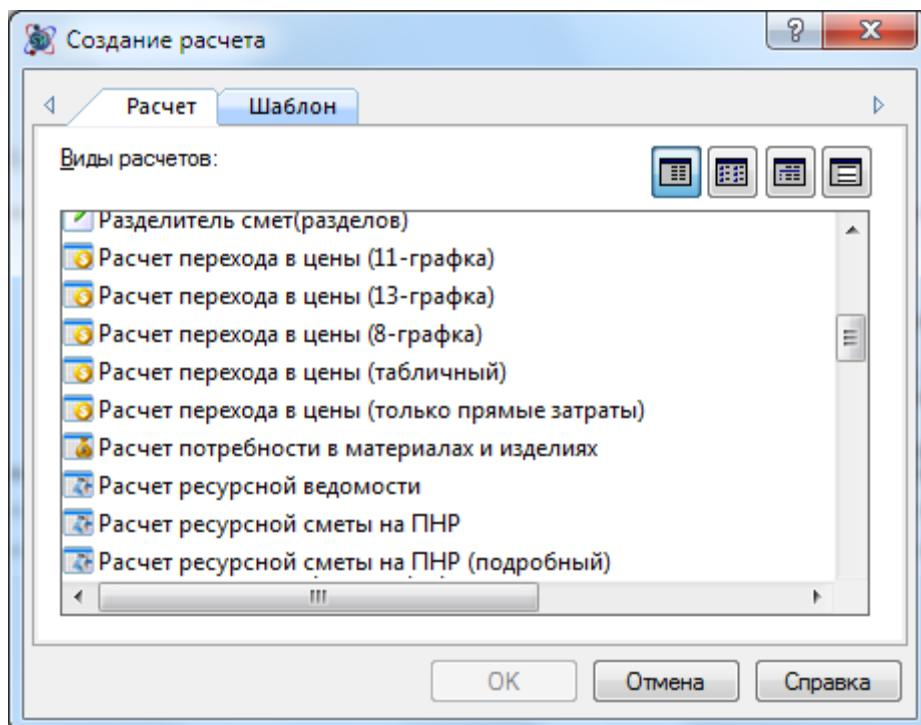

Рис. 1.29 Диалоговое окно Создание расчета
3. В диалоговом окне **Создание расчета** (рис. 1.29) выбрать нужный тип расчета и нажать на кнопку **OK**.